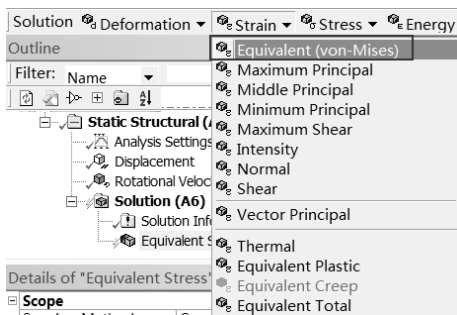

图 5-109 添加等效应变选项
Step3: 同 Step2, 选择 Solution 工具栏中的 Strain (应变) Equivalent (von-Mises) 命令, 如图 5-109 所示, 此时在分析树中会出现 Equivalent Elastic Strain (等效应变) 选项。